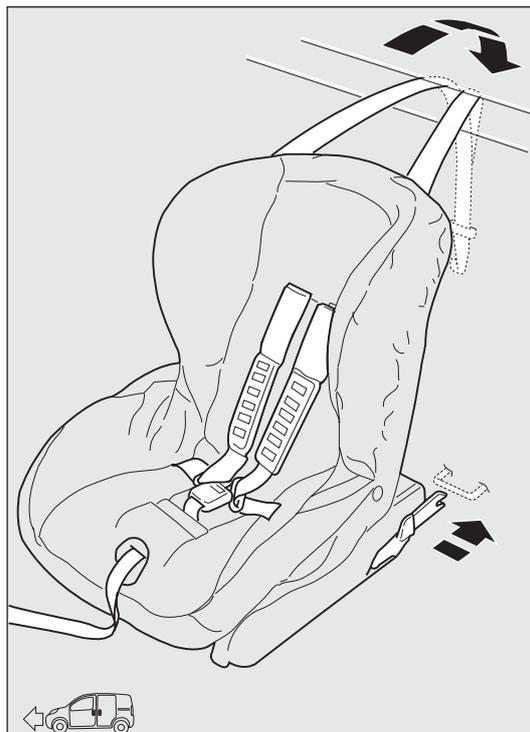
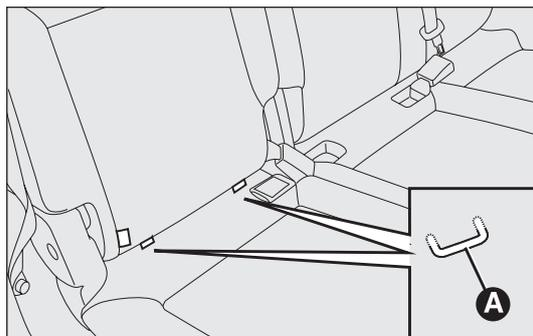
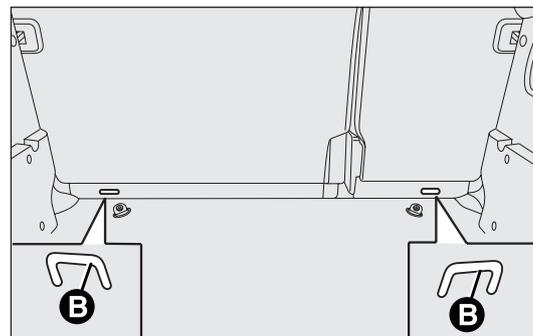

fig. 120
fig. 121
fig. 122
Se puede efectuar un montaje mixto, combinado con sillas tradicionales e Isofix. A modo de ilustración, en la fig. 120 se representa un ejemplo de sillita para niños. La sillita Isofix Universal cubre el grupo de peso: I. El resto de grupos de peso están cubiertos por la sillita Isofix específica que sólo puede utilizarse si está específicamente diseñada, probada y homologada para este vehículo (ver la lista de vehículos que se adjunta a la sillita). Debido al sistema de enganche diferente, la sillita debe fijarse mediante los anillos inferiores metálicos correspondientes A - fig. 121, situados entre el respaldo y el cojín trasero; a continuación, después de haber retirado la sombrerera (cuando esté presente) fijar la correa superior (disponible junto con la sillita) en el anillo específico B - fig. 122 (uno por cada lado) situado detrás del cojín del asiento trasero.
**Nota** Para prevenir posibles arañazos en el respaldo del asiento con mesa, con el asiento trasero abatido (para versiones/países donde esté previsto), la anilla de enganche Isofix B - fig. 122 (una por lado) está cubierta por una tapa de tela, que deberá retirarse para enganchar correctamente la sillita.